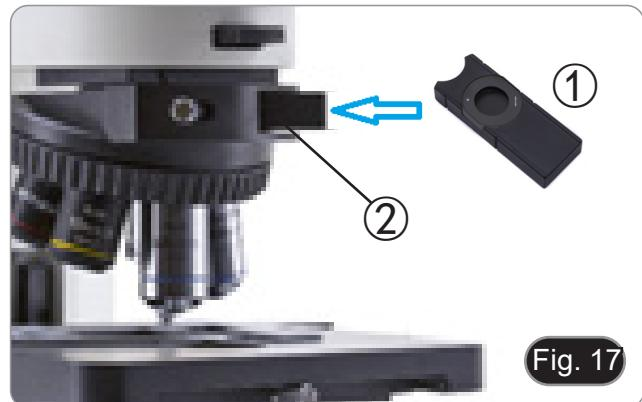

Fig. 17
- 2. Rimuovere la slitta vuota dal revolver ed inserire l'analizzatore nell'alloggiamento della slitta vuota, quindi inserire il gruppo ① nella fessura ②. (Fig. 17)